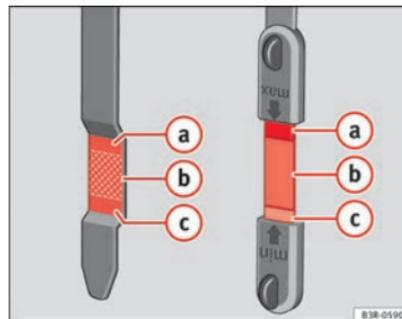

Fig. 170 Zonas marcadas en la varilla de medición de aceite
- A continuación, vuelva a extraerla y compruebe el nivel de aceite ⇒ fig. 170. En caso necesario, reponga aceite del motor ⇒ página 242.